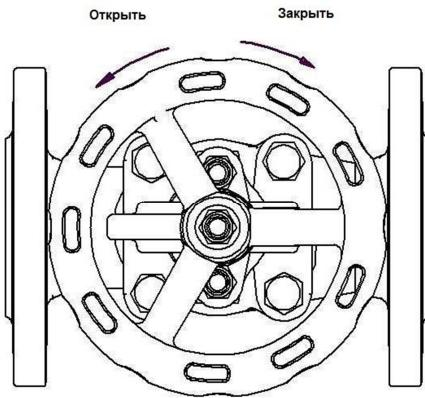

Рисунок 8
- Для закрытия клапана необходимо повернуть штурвал вправо смотря на него сверху (согласно направлению стрелки, указанному на штурвале) Рис. 8.